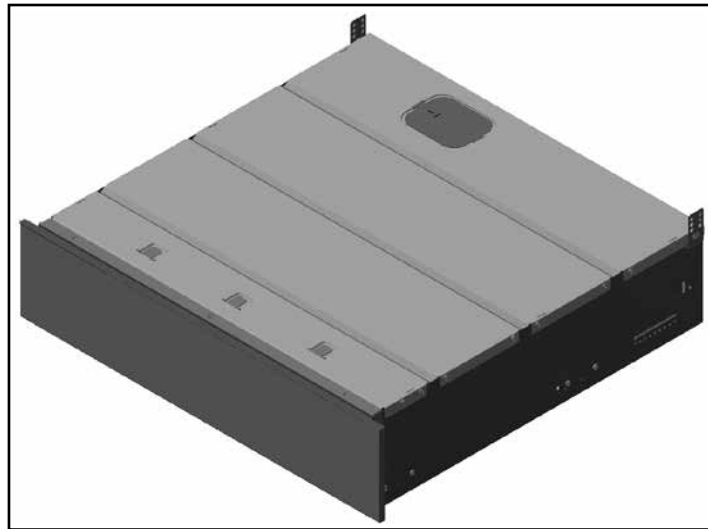

Fig. 1
- Nr. 1 confezionatrice (Fig. 1).
2	Togliere il tappo filtro olio (B) (Fig. 1).